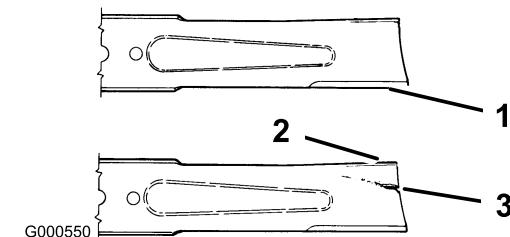

Figure 35
1. Examinez le tranchant des lames (Figure 35). Si elles ne sont pas tranchantes ou si elles présentent des indentations, déposez et affûtez les lames (voir Aiguisez des lames).
2. Inspectez les lames, surtout la partie incurvée (Figure 35). Remplacez immédiatement toute lame endommagée, usée ou qui présente une entaille (repère 3, Figure 35).